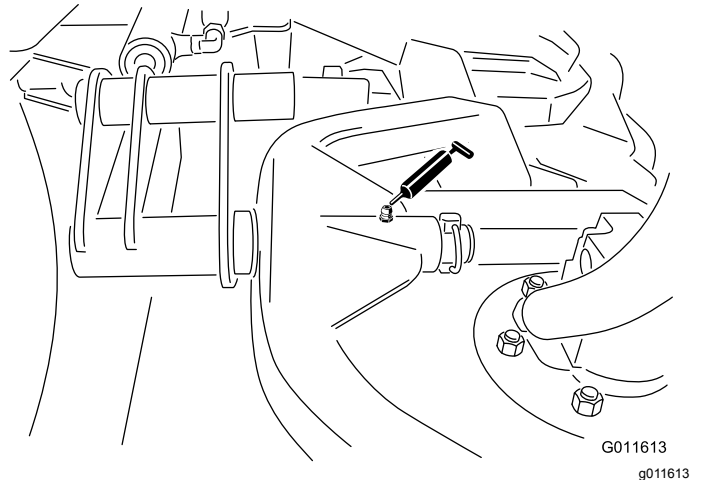

Figura 29
- Perno orientabile del telaio portante degli apparati di taglio (1 ciascuno) - Figura 29